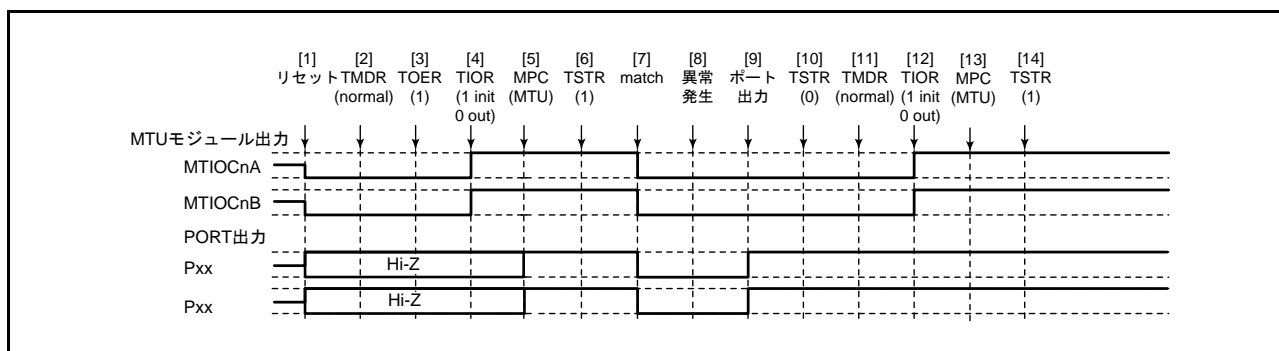

図 21.125 ノーマルモードで異常が発生し、ノーマルモードで復帰する場合
ノーマルモードで異常が発生し、再設定後ノーマルモードで再スタートする場合の説明図を図 21.125 に示します。
- [1] ~ [10] は図 21.125 と共通です。
(3) ノーマルモードで動作中に異常が発生し、PWM モード2で再スタートする場合の動作
[1] ~ [10] は図 21.125 と共通です。
[1] ~ [13] は図 21.125 と共通です。